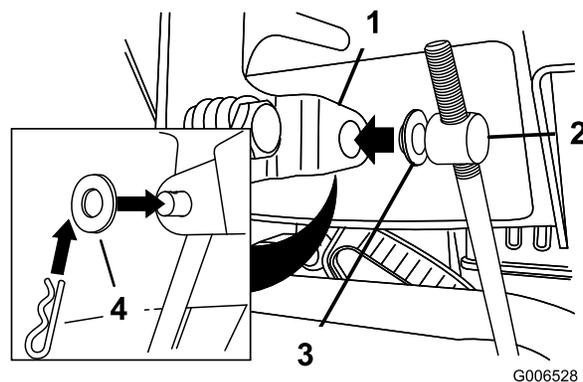

Figura 11
3. Togliete la coppiglia a forcina e la rondella esterna dal barilotto sul lato superiore dell'asta di comando della velocità (Figura 11).
Nota: Per agevolare l'installazione lasciate la rondella piana sul barilotto (Figura 11).
6. Sollevare l'asta di comando della velocità ed inserire il barilotto nel foro della leva di selezione della velocità (Figura 11).
- B. Scollegate il barilotto dalla leva del selettore della velocità (Figura 11).
- C. Abbassate il barilotto sull'asta di controllo della velocità (senso orario) (Figura 11).
- D. Collegate il barilotto alla leva del selettore della velocità (Figura 11).
- C. Alzate il barilotto sull'asta di controllo della velocità (senso antiorario) (Figura 11).
- D. Collegare il barilotto alla leva del selettore della velocità (Figura 11).